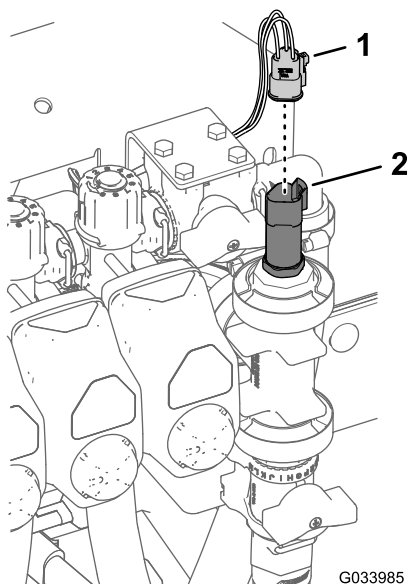

Figura 35
3. Montate la staffa della valvola di regolazione sul supporto del collettore (Figura 35) con 4 bulloni a testa flangiata (6 x 16 mm) e 4 dadi di bloccaggio flangiati (6 mm); serrate i bulloni a una coppia di 10–12 N·m.
5. Collegate il connettore a 3 prese per il trasduttore di pressione (Figura 35).